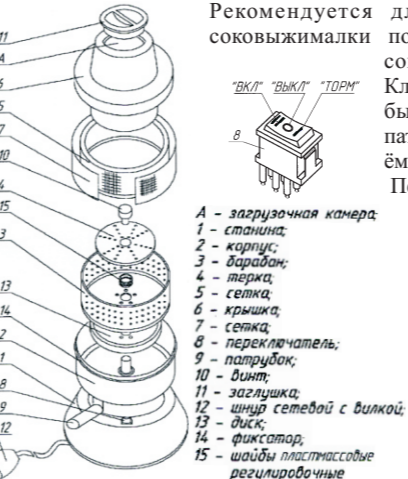

Рисунок1 - соковыжималка электрическая бытовая в разобранном виде
5.1 Соковыжималка (рисунок 1) состоит из: